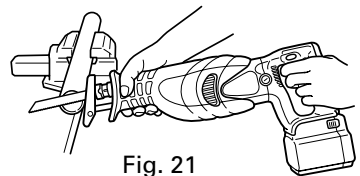

Fig. 21
(1) Fixer solidement la pièce avant de procéder. (Fig. 21)